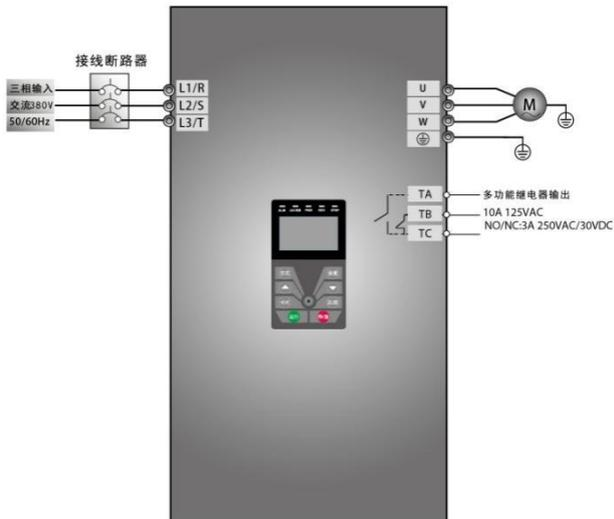

图 4-1 接线图 1
- (1) 按图 4-1 配线，检查接线正确后，合上空气开关，变频器上电；
- (2) 按方式键，进入编程菜单。
- (3) 进行电机参数测量
- (2) 按方式键，进入编程菜单；
- (3) 进行电机参数测量；操作步骤与例 1 完全相同。
- (4) 设置变频器的功能参数；